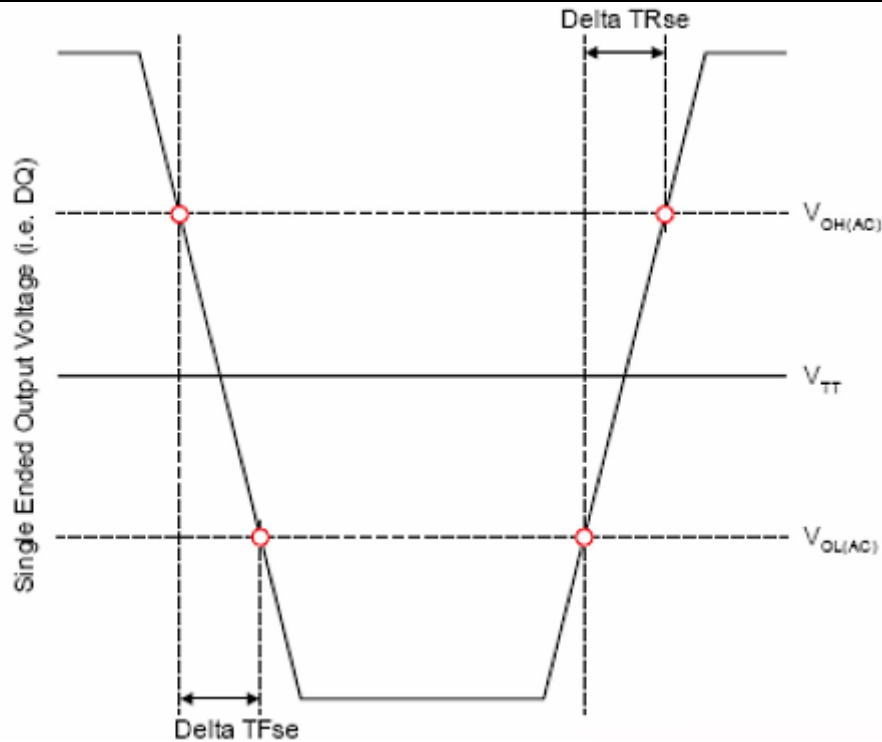

图 7-9 单端输出斜率的定义
作为时序测量的参考负载，单端信号的下降沿和上升沿输出斜率的定义和测量在VOL (AC) 和VOH (AC) 之间，如表 7.21 和图 7.9 所示。